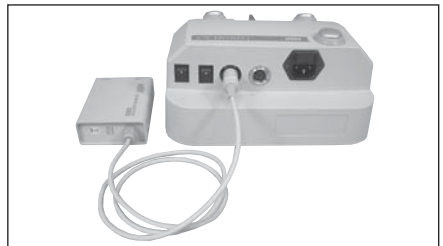

Fig. 3
(3) Collegamento della turbina ad aria (opzionale)
Inserire la spina dell' ③ Adattatore a turbina nel corrispondente ⑫ Connettore ubicato sul lato posteriore dell'unità di controllo. (Fig. 3)